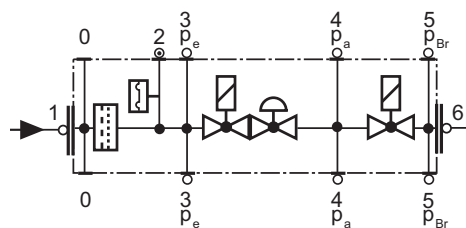

Рис. 21
- Заменяйте фильтр, если разница давления между точками 1 и 3 (Рис. 21)  $\Delta p > 10$  мбар.